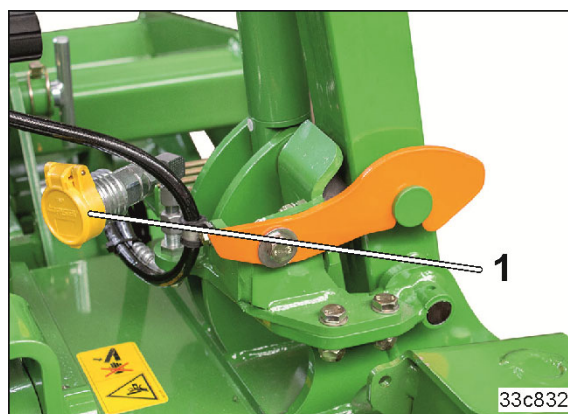

Рис. 91
11. Подключите питающую линию устройства маркировки технологической колеи (Рис. 91/1).
12. Подключите питающую линию устройства маркировки технологической колеи (Рис. 91/1).